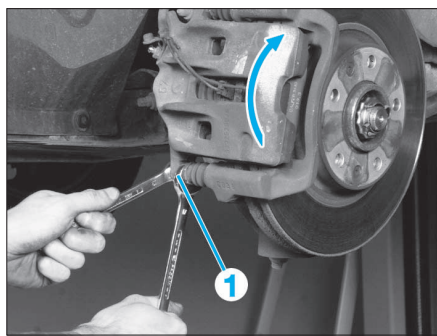

FIG. 4
- Déposer la vis inférieure (1) de l'étrier de frein (Fig.4).